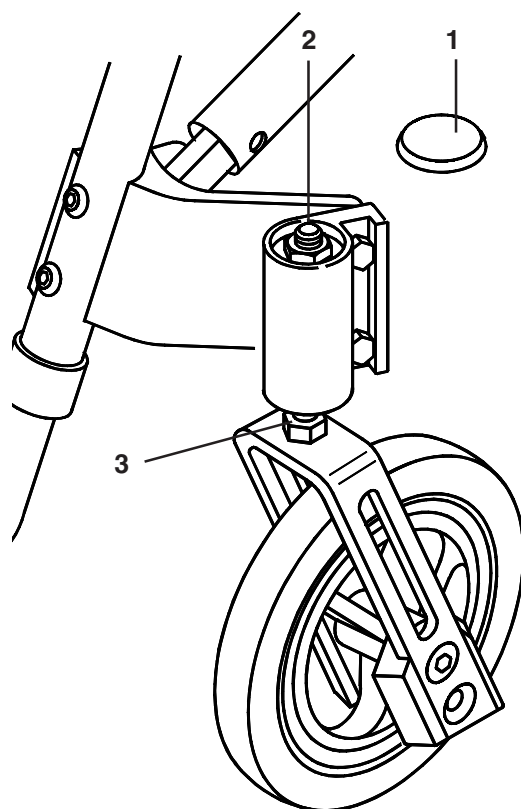

Fig. 37
Pour supprimer le jeu de la fourche (Fig. 37), retirer le bouchon (1) en le faisant sauter. Serrer l'écrou (2) avec une clef de 19 mm jusqu'à éliminer tout le jeu, tout en laissant la fourche tourner librement. Remettre le bouchon en place.